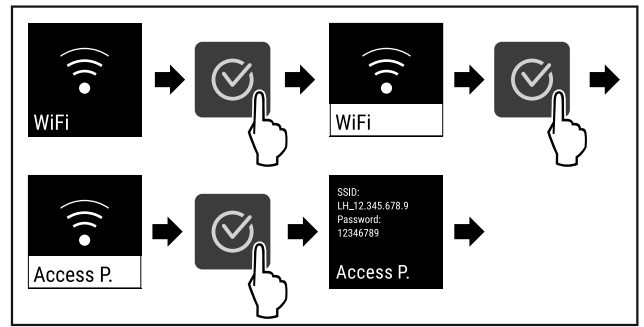

Fig. 85
- ▶ Obavite korake postupka (pogledajte Fig. 85).